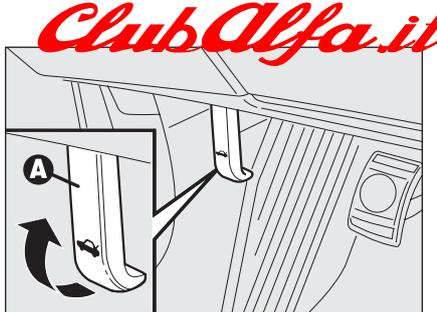

fig. 86
- tirare la leva **A-fig. 86** fino ad avvertire lo scatto di sgancio;